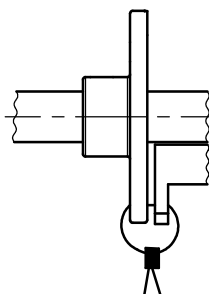

Рисунок 1 – Пример опломбировки затвора DN 250
5.7 Для фиксации рукоятки затвора (для DN 50-200) в крайних положениях вставьте стопор 8 в рукоятку, при необходимости опломбируйте. В затворе DN 250 опломбировка осуществляется фиксированием положения руля относительно червячного механизма (рисунок 1).